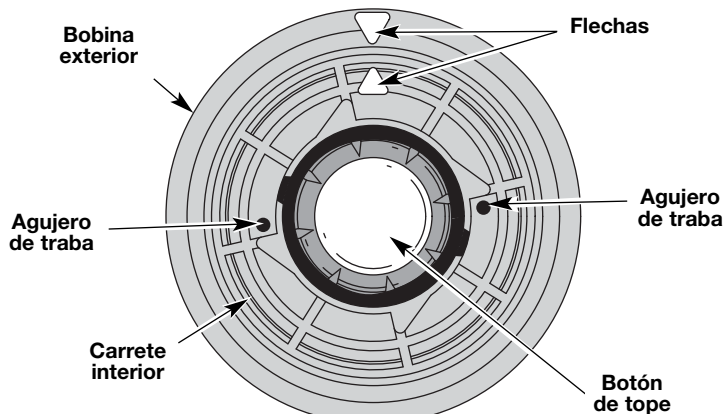
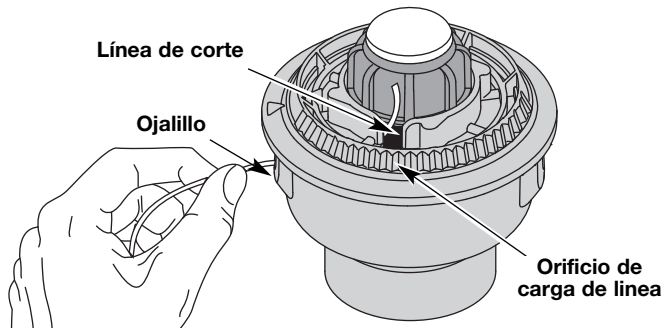

Fig. 12
Fig. 13
2. Alinee la flecha del carrete interior con la flecha de la bobina exterior (Fig. 12).
3. Saque los extremos de la línea vieja de los agujeros de traba (Fig. 12) y tire de la línea vieja a través de los ojitos del carrete (Fig. 13).
4. Asegurándose de que las flechas estén alineadas, inserte el extremo de un segundo pedazo de línea de corte recto en uno de los dos ojitos en la bobina exterior. Páselo hacia arriba a través del orificio de carga del carrete interior (Fig. 13). No doble la línea al insertarla en el ojillo.